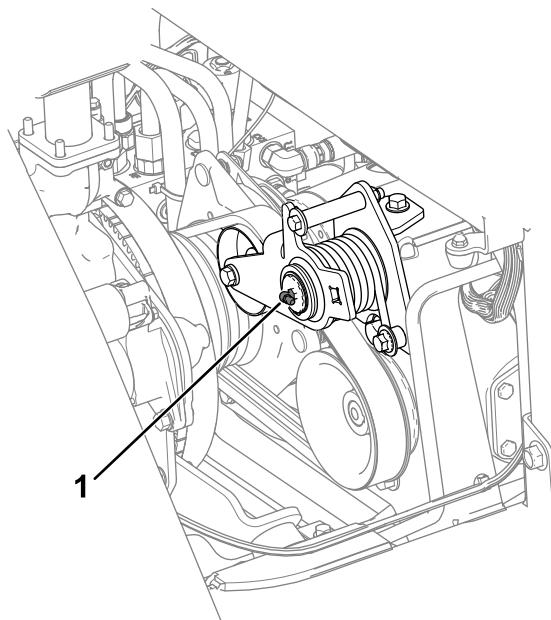

Figura 47
- Braț rolă de ghidare (Figura 47)